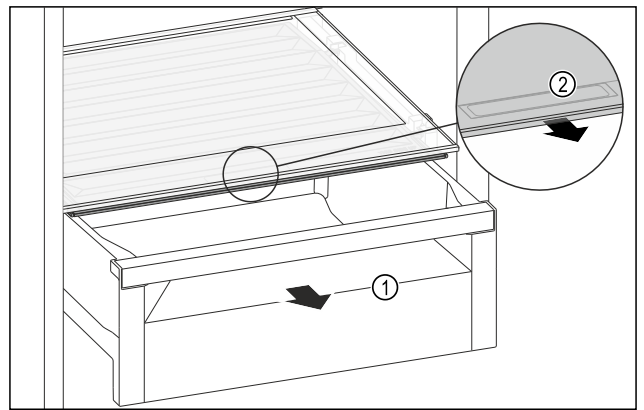

Fig. 108
- ▶ Schubfach Fig. 108 (1) herausziehen.
- ▶ Griffmulde Fig. 108 (2) am Fachdeckel anfassen und Fachdeckel gleichzeitig nach vorne ziehen.